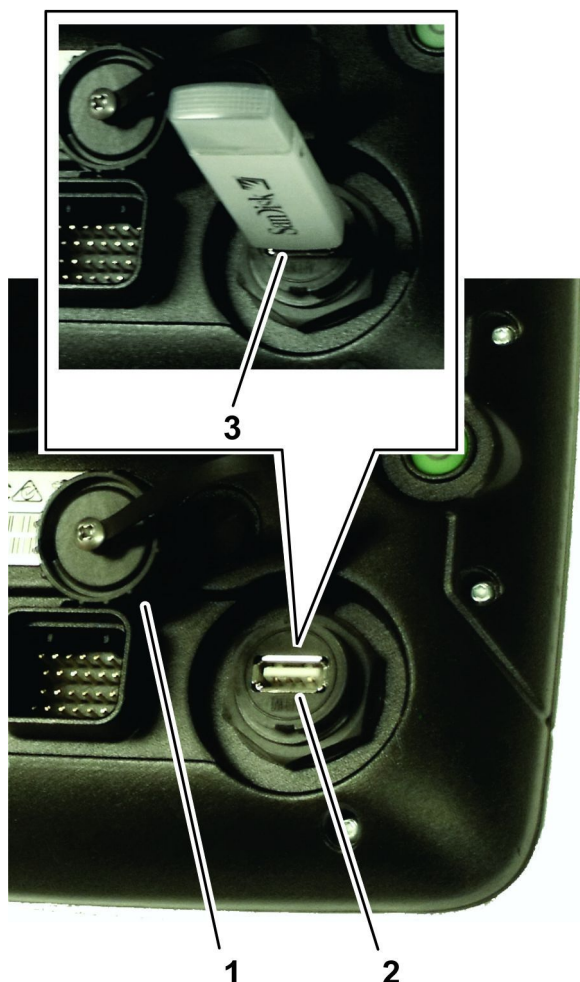

図 22
1. 電源ボタンの下にある USB ポートのキャップを外す 図 22。
2. USB ソケットに USB 記憶装置を入れる 図 22。